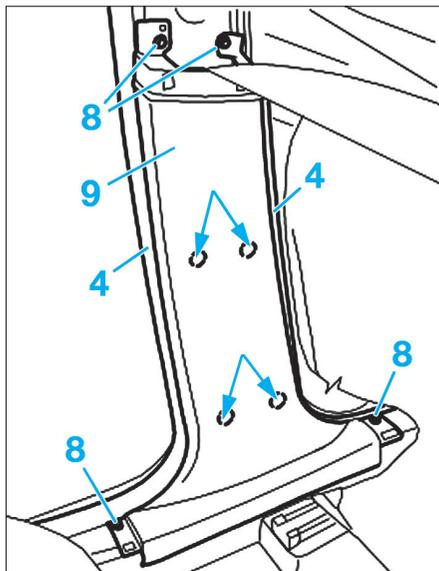

Fig. 26
- Déboîter les joints de portes (4) au niveau du revêtement inférieur du montant (Fig.26).
- Déposer les vis de fixation (8) du revêtement du montant inférieur.
- Dégrafer le revêtement inférieur (9) du montant de porte.